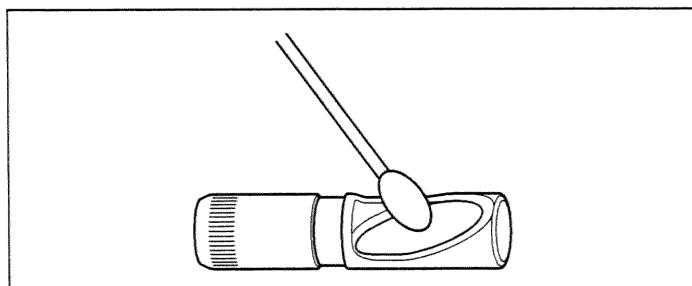

図 3.11
1. 側視ミラーアダプターのミラー面が汚れてないか点検をします。汚れている場合は、きれいな柔らかいガーゼまたは綿棒で汚れをきれいにふき取ります。このとき、付属のレンズクリーニングキットを用いると、よりいっそうきれいにふき取ることができます（図 3.11 参照）。